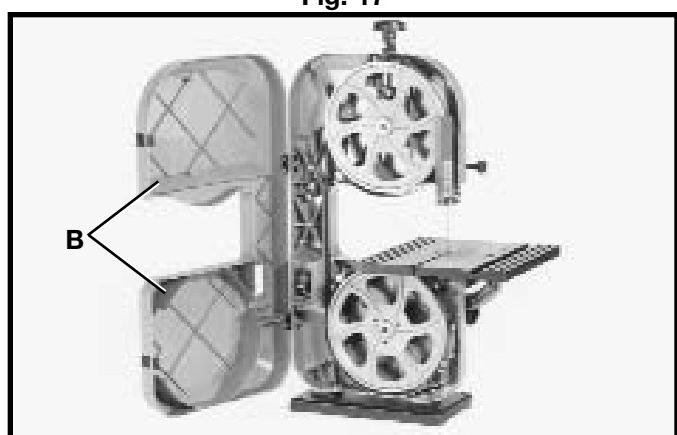

Fig. 18
2. La Fig. 18 enseña la puerta (B) en la posición abierta.